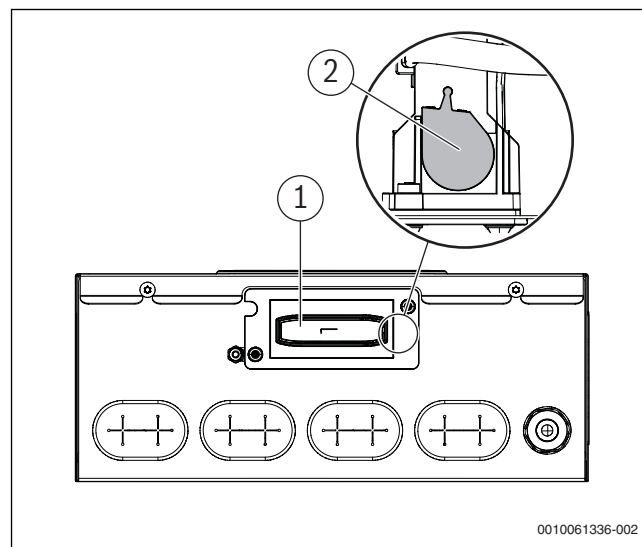

Bild 9 LAN- und Funkmodul MX400 platzieren
1. Hebel ausklappen (→ [2], Abb. 9).
2. Modul in den Halter einsetzen (→ [1], Abbildung 9).